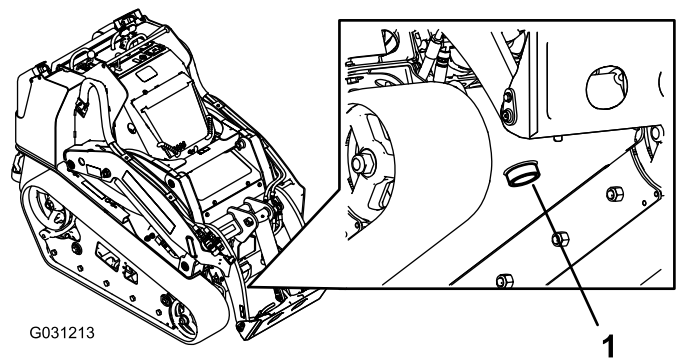

Bild 60
7. Stellen Sie eine große Auffangwanne (Fassungsvermögen von 57 l) unter die Ablassschraube vorne an der Zugmaschine (Bild 60).
8. Entfernen Sie die Ablassschraube und lassen das Öl in die Auffangwanne abfließen (Bild 60).